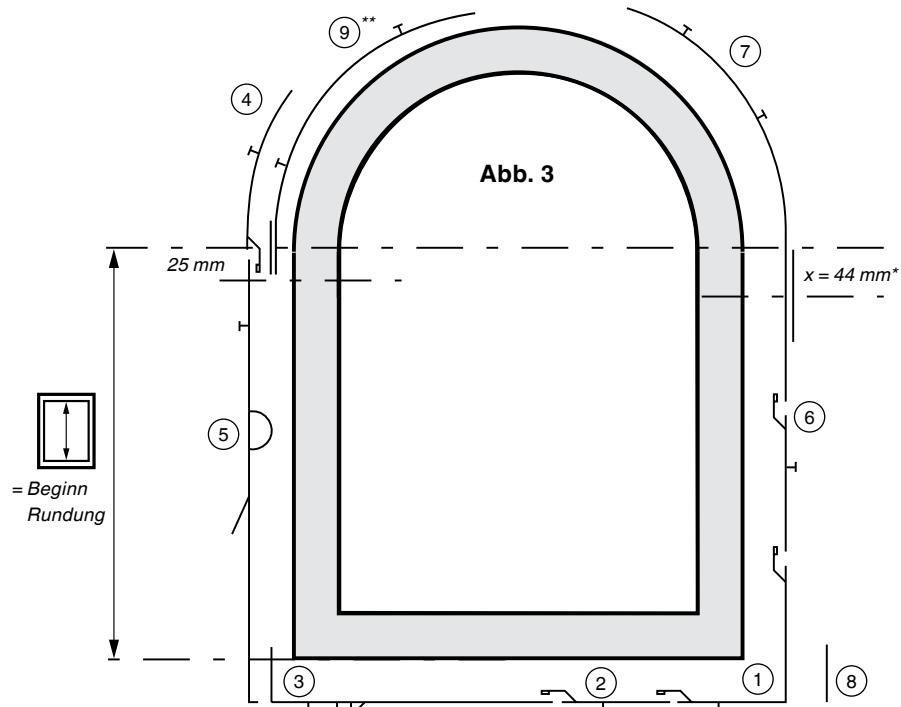

Abb. 1
Verwendung eines Hebeschließteils und Hebekeils ist zwingend erforderlich (s. Seite 47/Abb. 1)!
1. Ecklagerbandlehre (Nr. 21562/21564) aufstecken und vorbohren (s. S. 19/ Abb. 1)
2. **Eckumlenkung** ① einlegen, abhängig von der FFB Stulpverlängerung / Mittelverschluss ② einlegen und gemeinsam verschrauben.*
3. **Eckumlenkung für Rundbogen** ③ ablängen / verlängern, einlegen (Abb. 1) und verschrauben.
4. **Endverschluss oben** ④ oder Zweitschere** ⑨ (wenn erforderlich) einbauen.